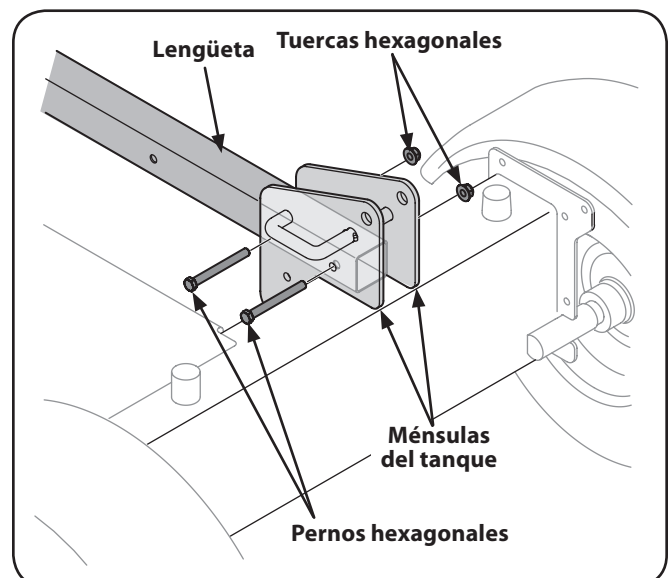

Figura 3-2
9. Con la máquina rompetroncos todavía sujeta a la base de la caja, extraiga dos pernos hexagonales y tuercas hexagonales del soporte del tanque y extraiga el trozo de madera que está en los soportes del tanque. Vea la Figura 3-2.
10. Alinee los orificios de la lengüeta con los orificios del soporte del tanque y fjela con los elementos de ferretería que se acaban de retirar. Vea la Figura 3-2.